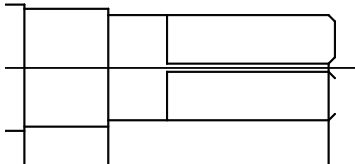

图 11-37 镜像轴端
(1) 镜像轴端。选择“修改”功能面板中的“镜像”工具，或者选择“修改”菜单中的“镜像”，也可以直接在命令行输入 MIRROR，结果如图 11-37 所示。